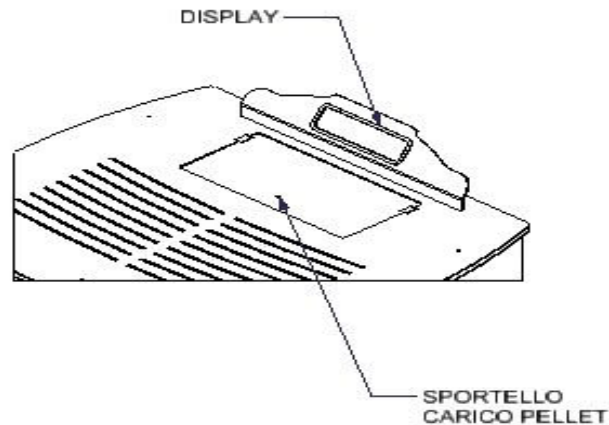

Figura 6 Vano Serbatoio Pellet
-Per caricare il serbatoio di pellet aprire lo sportello di carico situato sulla parte superiore della idro stufa visibile nella figura 6 . Caricare il pellet direttamente dal sacchetto o con l'ausilio (non fornita) di una paletta. Il livello massimo del pellet nel serbatoio è un paio di centimetri sotto la battuta dello sportello. Una volta riempito il serbatoio chiudere lo sportello. **Si raccomanda di fare attenzione nel non venire a contatto con parti calde.**